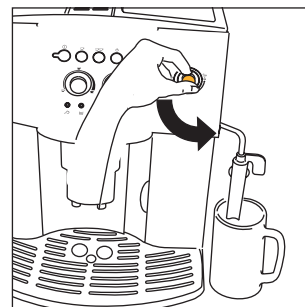
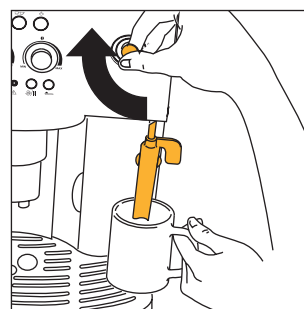
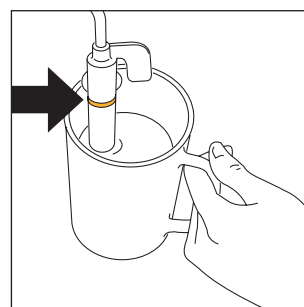

Fig.5
Fig.23
Fig.24
3. **STRAKS EFTER, INDEN DER ER GÅET HØJST 30 SEKUNDER**, drej dampbetjenings knappen mod uret så langt den kan komme (fig. 5) (det er normalt, at maskinen larmer).
- Drej dampbetjeningsknappen en halv gang mod uret så langt den kan (fig. 5): det varme vand løber ud af cappuccinoadapteren og begynder at fylde den nedenstående beholder op.
- Straks efter, inden højst to minutter** (ellers går maskinen automatisk tilbage til funktion kaffebrygning), sænk cappuccinoadapteren ned i mælkebeholderen (fig. 23), men vær opmærksom på ikke at overdække mærket på cappuccinoadapteren (det vises med pilen på fig. 24). Drej dampbetjeningsknappen en halv gang mod uret, så langt den kan komme (fig. 5). (Pas på ikke at skolde sig). På grund af dampen, der løber ud af cappuccinoadapteren, begynder mælken at svulme op og at få et cremet udseende. For at opnå et mere cremeagtigt skum, sænk cappuccinoadapteren ned i mælken, og drej beholderen med langsomme bevægelser nedefra og op. (Det tilrådes at lede damp i højst 2 minutter ad gangen).
- Lad lidt vand eller damp slippe ud i et par sekunder ved at dreje dampbetjeningsknappen mod uret helt i bund (fig. 5). Med denne operation kommer damprøret af med eventuel tiloversbleven mælk. **VIGTIGT:** Af hygiejniske grunde anbefales det altid at foretage denne operation for at undgå at der bliver mælk siddende i de indvendige kredsløb i cappuccinoadapteren.